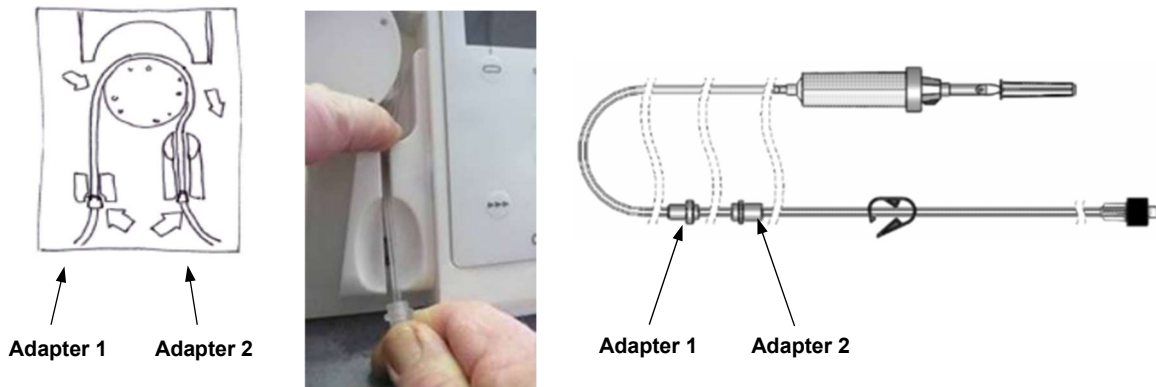

Bild 14
2. Ta adapter 2 och lägg slangen över rotorn på **Qiona**®. Tryck ned slangen bakom rotorn med vänster pekfinger (se *Bild 14*). Samtidigt drar du med höger hand, i vilken du håller adapter 2, slangen genom höger spår i adapterfästet 2. Observera att slangen ska sättas in så djupt som möjligt i spåret. Om slangen inte sitter tillräckligt djup i fästet för luftbubbelsensorn fungerar inte sensorns detektering som den ska. I så fall sätter du i den redan fyllda slangsetsen igen. Se till att du drar in denna så djupt i fästet för luftbubbelsensorn tills lysdioderna på sensorn lyser grönt.